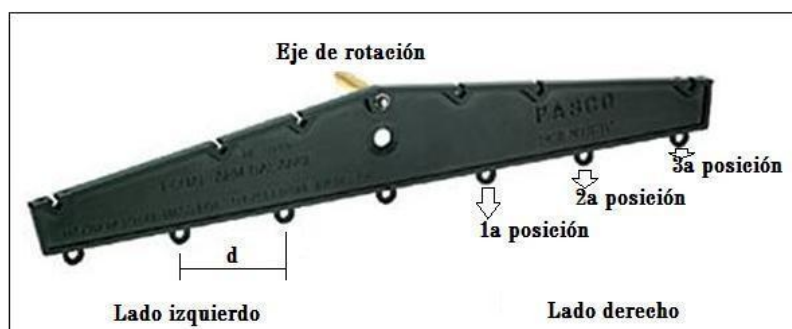

Figura 2. Diagrama de posiciones sobre la balanza.
- Tome d como la distancia entre las diferentes posiciones como se observa en la Figura 2.
- Calcule los torques en función de la distancia d , efectuados por cada una de estas fuerzas mediante la ecuación 7.1 y registre los datos en la Tabla 2. Tome d como la distancia entre las diferentes posiciones como se observa en la Figura 2.